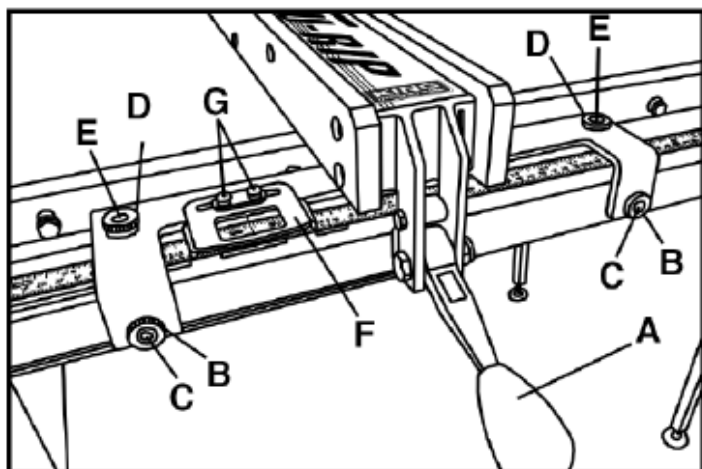
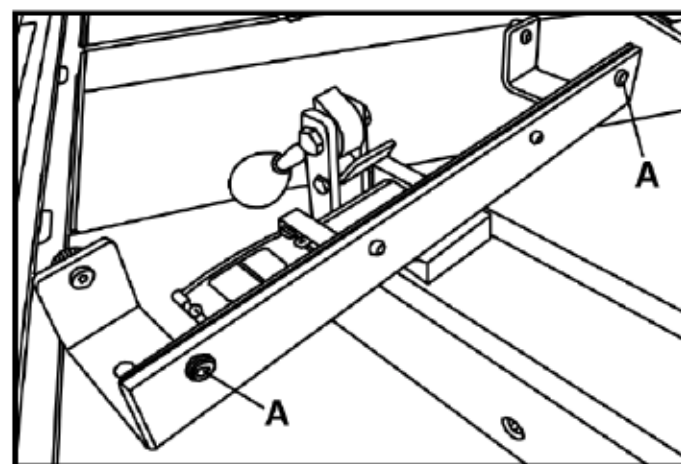

Рис. 23
Рис. 24
1. Параллельный упор должен быть тщательно отрегулирован по Т-образному пазу стола, для проверки регулировки совместить кромку параллельного упора с Т-образным пазом стола и опустить рычаг фиксации (А), рис. 23, для закрепления упора. Проверить параллельность кромки параллельного упора и Т-образного паза стола. При не параллельности ослабить крепление параллельного упора и перевернуть его. Ввернуть или вывернуть установочные винты (А), рис. 24, проверить регулировку, при необходимости повторить.
2. Нажим рычага фиксации можно отрегулировать ослаблением передних гаек (В), рис. 23, и регулировкой установочными винтами (С) в той же мере, проверить, остаётся ли параллельный упор параллельным Т-образному пазу стола. Вновь затянуть гайки.
3. Для регулировки перпендикулярности параллельного упора столу поместить на стол поверочный угольник, прислонив его к боковой поверхности упора, ослабить гайки (D) и производить регулировку установочными винтами (Е) до тех пор, пока упор не станет перпендикулярным столу. Вновь затянуть гайки.
4. Положение окна указателя (F), рис. 23, можно при необходимости отрегулировать, ослабив винты (G), переставив окно указателя и повторно затянув винты.